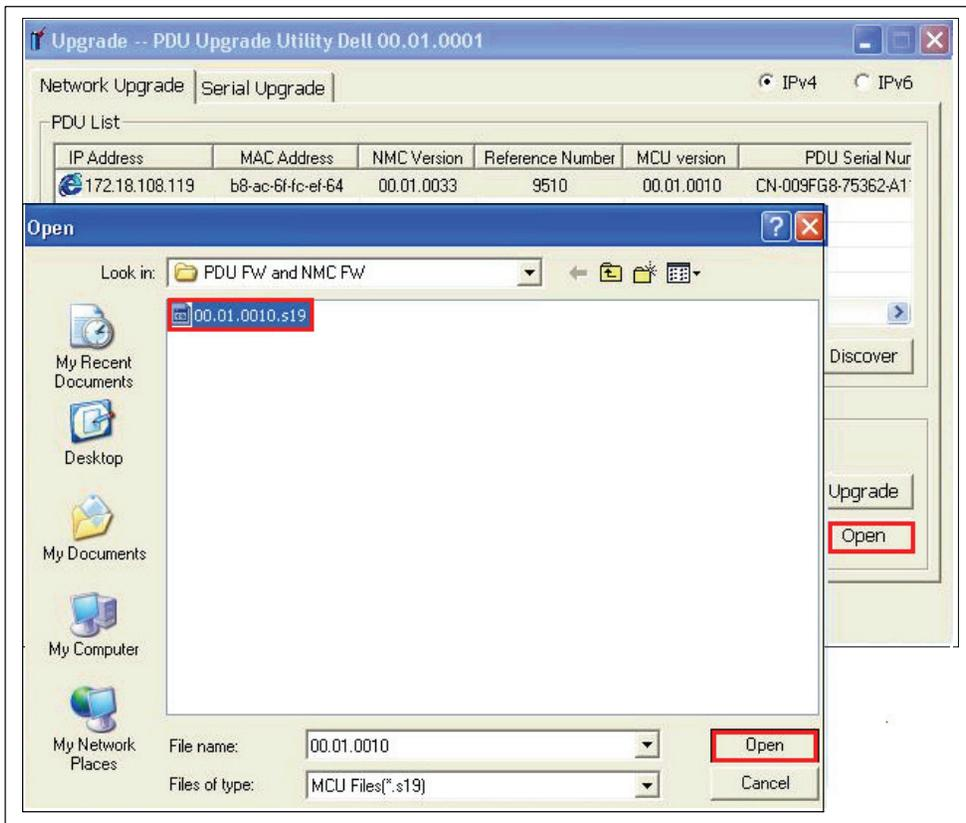

Figure 12. Sélection du fichier de mise à niveau du micrologiciel
- 13** Cliquez sur **Open** pour afficher une liste des fichiers de mise à niveau valides du micrologiciel MCU. Sélectionnez le fichier de mise à niveau (voir Figure 12).